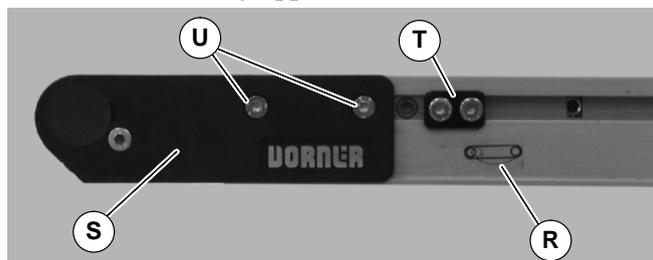

Abbildung 21
6. Am Spannungsende des Förderbandes, das mit einem  Etikett gekennzeichnet ist (R siehe Abbildung 21), vordere Deckplattengruppe hineindrücken (S): Zu beiden Seiten des Förderbandes die Spurführungsnocken lockern (T) (falls damit ausgestattet) von den vorderen Platten weg bewegen, dann die Befestigungsschrauben lösen (U), und vordere Plattengruppe nach innen schieben.